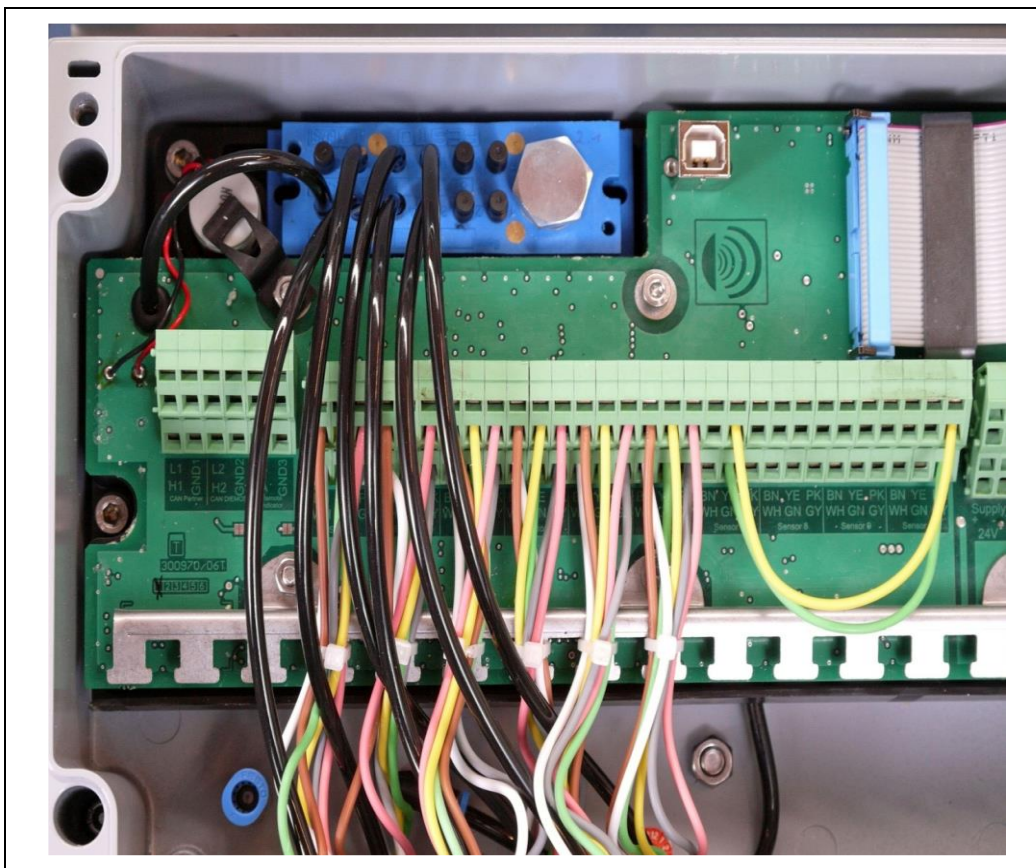

Fig.: 9 : Montaggio e installazione terminati (esempio con 6 flessibili ibridi)
- ▶ Il flessibile pneumatico [③] non deve essere fissare con serracavi sulla lamiera di tenuta del serracavo o simili. (Fig. 9)
- ▶ Un'installazione dei flessibili pneumatici regolare e conforme alle indicazioni del produttore deve essere realizzata come da Fig. 9!